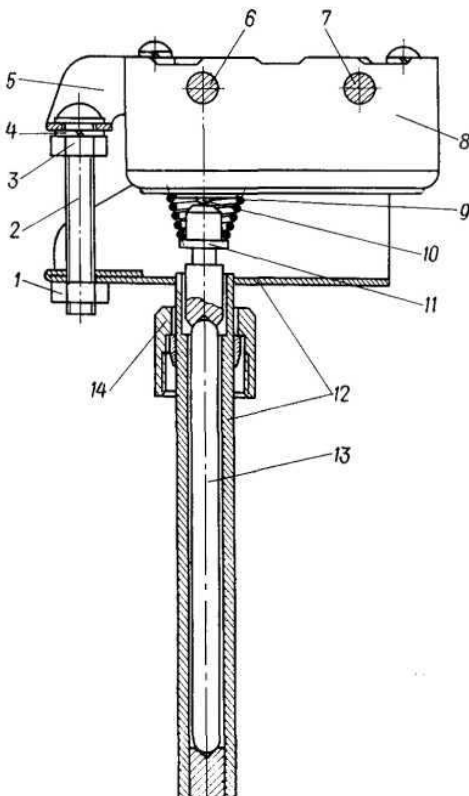

Рис. 253. Переключатель температурный:
На отопительной установке установлен температурный переключатель, устройство которого показано на рис. 253. Принцип его работы основан на применении материалов с различными коэффициентами линейного расширения при нагреве: стальная трубка держателя 12 удлиняется на значительно большую величину, чем установленный в неё кварцевый стержень 13. При этом пружина 9 отжимает шток 11 от толкателя 10 микропереключателя 8 (тип МП-2101) и при определённой температуре (на установившемся режиме работы установки) подвижной контакт 0 микропереключателя переключается с контакта НЗ на контакт НО (рис. 254).
- отвинтите контргайку 1 (рис. 253). Отвинтите к середине винта 2 гайку 3;
предварительная регулировка (при сборке переключателя) — плавное завинчивание винта 2 (рис. 253) до момента, когда шток 11 подвинет толкатель 10 до щелчка в микропереключателе (щелчок должен появиться при перемещении толкателя штоком на 0,2...0,4 мм от места их соприкосновения, что равно повороту регулировочного винта на 1/3-1/2 оборота). С момента щелчка завинтите, винт ещё на полоборота. Гайки 1 и 3 при этом оставьте недовернутыми на 1,5...2 оборота;